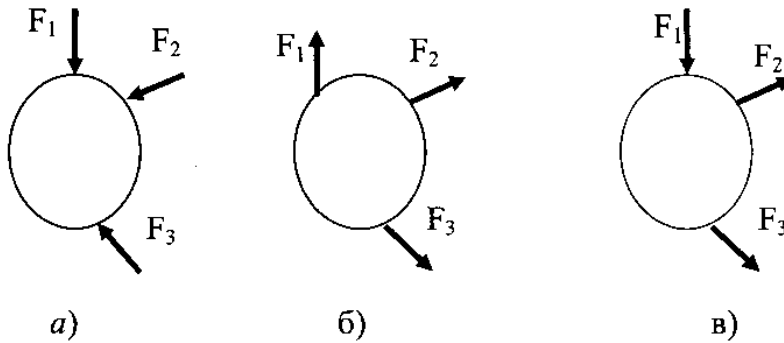

Рис.1
2. Какая из систем сил (рис.1) является сходящейся?